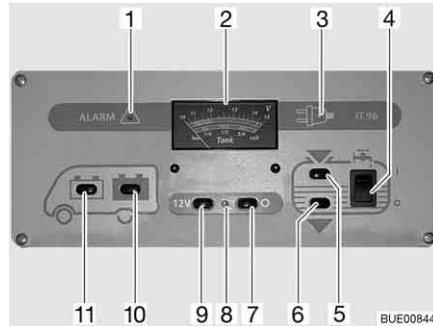

Bild 171 Panel IT 96-2
Der 12-V-Hauptschalter (Bild 171,7 und 9) schaltet das Panel und die 12-V-Versorgung des Wohnraums ein und aus.
Einschalten: ■ Schalter (Bild 171,9) drücken "12 V": Die 12-V-Versorgung des Wohnraums ist eingeschaltet. Die Kontroll-Leuchte (Bild 171,8) leuchtet grün.
Ausschalten: ■ Schalter (Bild 171,7) drücken "O": Die 12-V-Versorgung des Wohnraums ist ausgeschaltet. Die Kontroll-Leuchte (Bild 171,8) erlischt.
Beim Anzeigeelement V/Tank (Bild 171,2) die obere Skala beachten. Das Anzeigeelement wird automatisch beleuchtet, sobald ein Schalter gedrückt wird.
- Schalter (Bild 171,11) drücken "☰": Die Batteriespannung der Starterbatterie wird angezeigt.
- Schalter (Bild 171,10) drücken "☰": Die Batteriespannung der Wohnraumbatterie wird angezeigt.
Beim Anzeigeeinstrument V/Tank (Bild 171,2) die untere Skala beachten. Das Anzeigeeinstrument wird automatisch beleuchtet, sobald ein Schalter gedrückt wird.
- Schalter (Bild 171,5) drücken "": Die Wassermenge wird angezeigt.
- Schalter (Bild 171,6) drücken "": Die Abwassermenge wird angezeigt.
- Wippschalter (Bild 171,4) oben drücken "I": Die Wasserversorgung ist eingeschaltet.
- Wippschalter (Bild 171,4) unten drücken "O": Die Wasserversorgung ist ausgeschaltet.
Die rote Warnleuchte "ALARM" (Bild 171,1) blinkt, sobald die Spannung der Wohnraumbatterie 11 V (Messung im laufenden Betrieb) unterschreitet und damit Tiefentladung droht.
Die 12-V-Kontroll-Leuchte (Bild 171,8) leuchtet, wenn der 12-V-Hauptschalter (Bild 171,9) eingeschaltet ist.
Die gelbe 230-V-Kontroll-Leuchte (Bild 171,3) leuchtet, wenn am Eingang des Elektroblocs Netzspannung vorhanden ist.